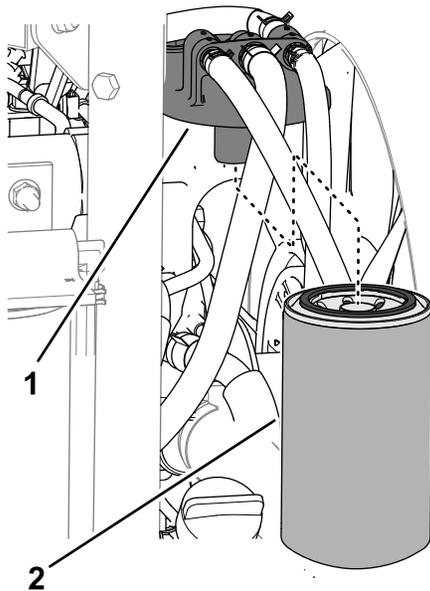

Figura 117
2. Limpie la zona alrededor de la cabeza del filtro de combustible (Figura 117).
3. Retire el filtro y limpie la superficie de montaje de la cabeza del filtro (Figura 117).